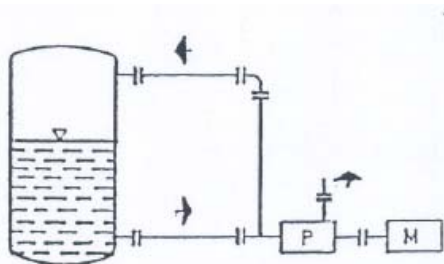

Рис. 3 Подключение насоса к цистерне
Конфигурация всасывающего трубопровода должна соответствовать иллюстрациям рис. 3...5 (не допускайте образования паровых пробок!)
При заборе жидкости из цистерны, в которой может возникнуть разрежение, рекомендуется предусмотреть установку уравнивающей трубы диаметром 1...2 дюйма (рис. 3).
- 7.6 От уравнивательной секции до приемного резервуара необходимо предусматривать устройство газоотводящего трубопровода диаметром 1...2 дюйма, чтобы образующиеся в заборном трубопроводе газы не попали в насос (см. рис. 3).